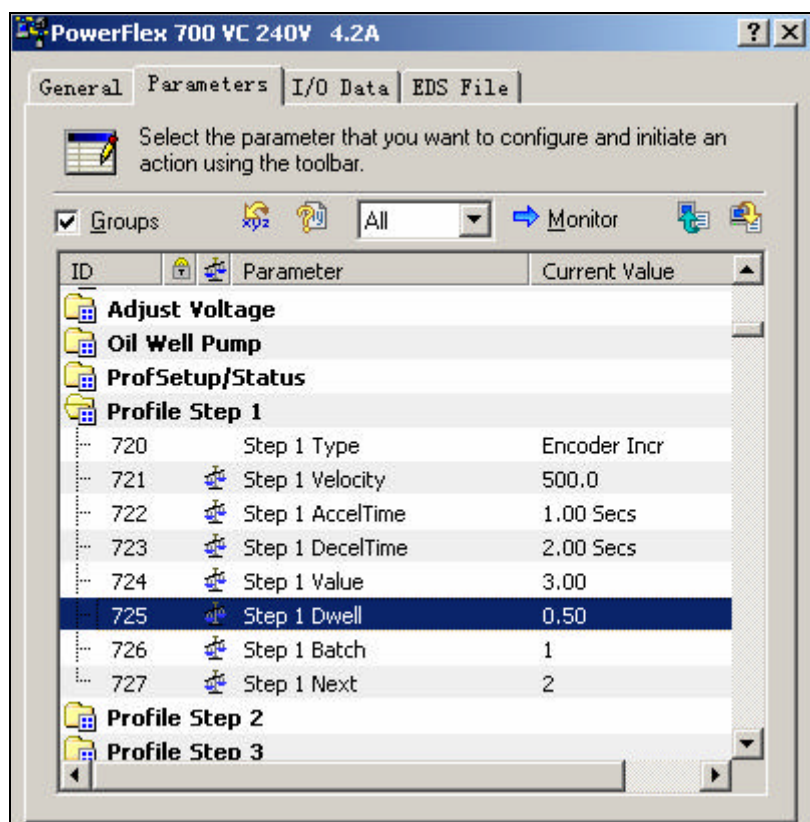

图 5-25 输入 Step1 的参数
(13) 选择 Profile Step 1 参数组，在参数列表中输入如表 5-22 所示的步骤 1 的所有参数值，然后选择 Profile Step 2，输入步骤 2 的所有参数值，以此类推。参数输入状态如图 5-25 所示。